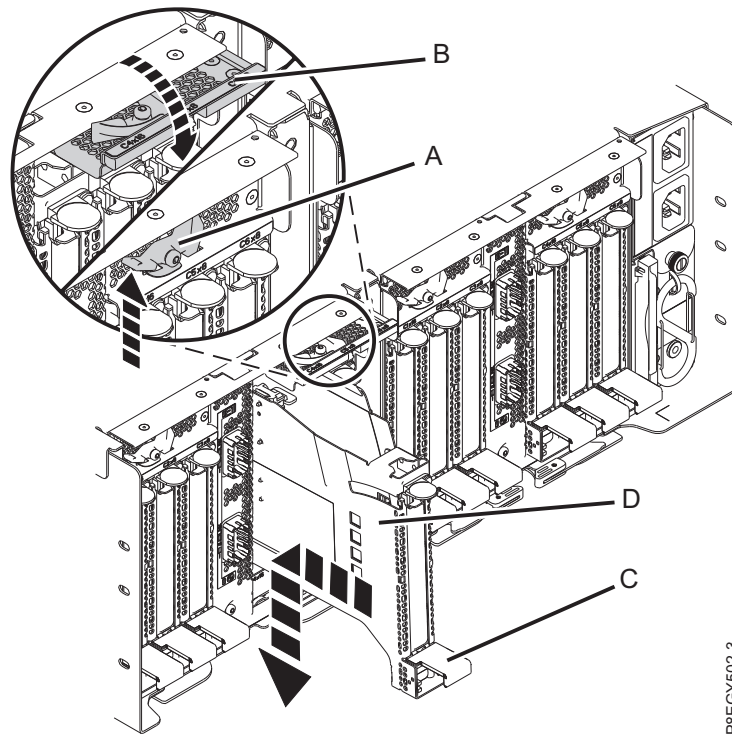

Figure 83. Remise en place d'une cassette de cartes PCIe vacante dans le tiroir d'extension PCIe3
- b. Saisissez avec précaution le bord supérieur de la cassette de cartes (**D**) et alignez cette dernière avec l'emplacement. Voir figure 83, à la page 81.
- d. Une fois la cassette de cartes PCIe (**D**) insérée dans son emplacement, appuyez sur la poignée de la cassette (**C**) pour fixer la cassette de cartes (**D**) dans son connecteur. Voir figure 83, à la page 81.
- e. Faites pivoter la porte de verrouillage (**B**) vers le bas et appuyez dessus afin de la placer en position fermée, comme illustré dans la figure 83, à la page 81. Le loquet de verrouillage (**A**) se bloque automatiquement.